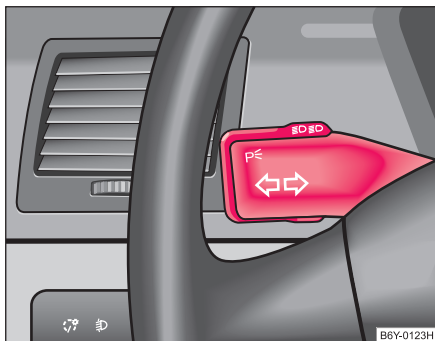

Fig. 33 La palanca de luz intermitente y luz de carretera
- Gire el conmutador de luces (1) a la posición .
- Presione la palanca de la luz de carretera hacia adelante para conectar la luz de carretera $\Rightarrow$ página 58, fig. 33.
- Presione la palanca hacia arriba ⇒ fig. 33.